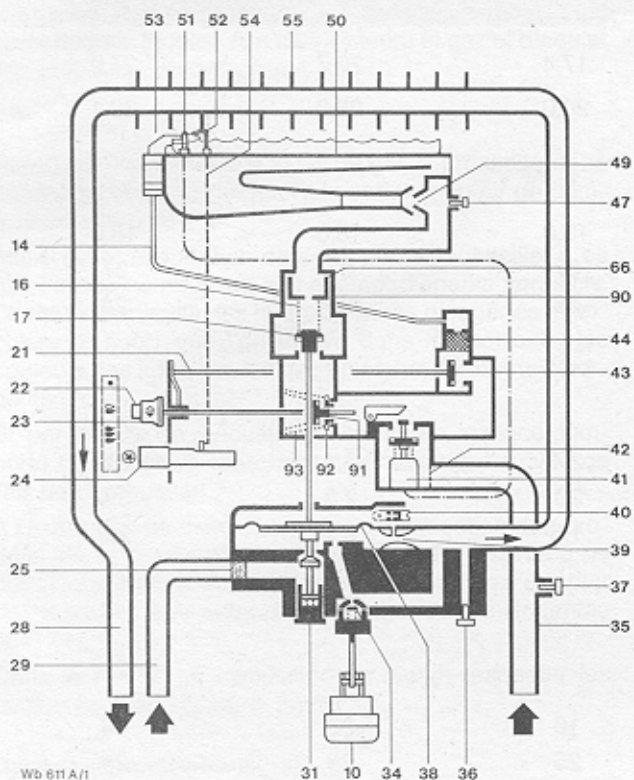

Fig. 1
Faites attention au filtre d'eau monté (fig. 1, pos. 25).